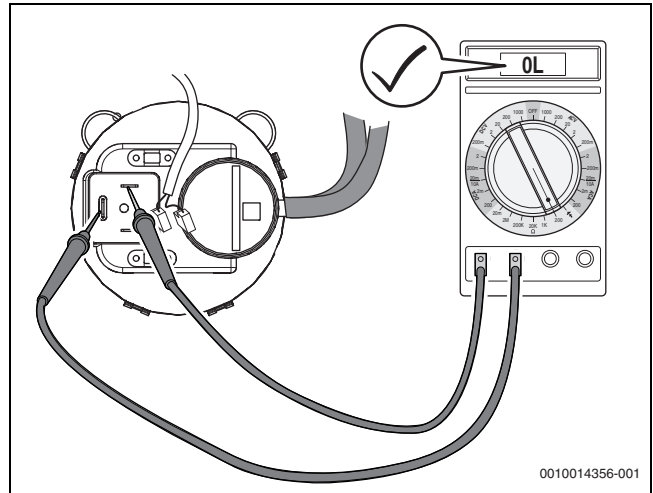
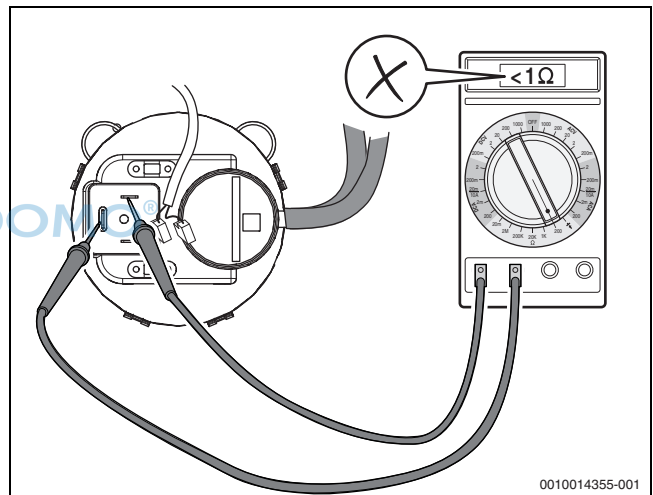

Bild 68 Differenzdruckwächter auf Durchgang prüfen (Differenzdruckwächter in Ordnung)
Bild 69 Elektrischen Widerstand an den Kontakten des Differenzdruckwächters messen (Differenzdruckwächter **nicht** in Ordnung)
- Elektrische Anschlussleitungen am Differenzdruckwächter abziehen und Widerstand an den Kontakten messen (→Bild 68). Wenn kein Wert oder ein Widerstand  $> 1\text{ Ohm}$  angezeigt wird, ist der Differenzdruckwächter in Ordnung. Wenn der gemessene Wert  $< 1\text{ Ohm}$  beträgt (oder Signalton, je nach Messgerät; →Bild 69), Differenzdruckwächter austauschen.